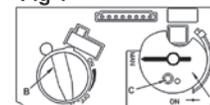

Fig 2
4. **ALLUMAGE MANUEL** (fig. 2) : Avec la fenêtre enlevée, repérez la veilleuse (fig. 3) dans la boîte de foyer.